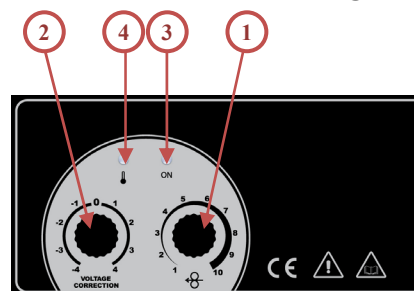

Bild 8
- Die Schweißleistung wird über den Regler (Bild 8) entsprechend der Stärke des zu schweißenden
Materials angepasst. Der zweite Regler 2 (Bild 8) dient der Spannungskorrektur (passt gleichzeitig die Lichtbogenlänge an). Die Anzeigelämpchen zeigen an, ob das Gerät eingeschaltet und der Wärmeschutz aktiviert ist. Nachdem das Gerät über den Hauptschalter eingeschaltet wurde, leuchtet die grüne Anzeige auf. Wird das Gerät überhitzt oder ist die Versorgungsspannung zu niedrig oder zu hoch, wird der Schweißvorgang automatisch unterbrochen und es leuchtet die gelbe Anzeige auf. Erlischt die gelbe Anzeige, ist das Gerät wieder betriebsbereit.
Betätigen Sie den Druckknopf des Brenners und warten Sie, bis der Draht aus der Stromspitze des Brenners herauskommt. Sie können die Schnelligkeit, mit der der Draht eingeführt wird, über den Regler 1 (Bild 8) an der vorderen Blende einstellen.